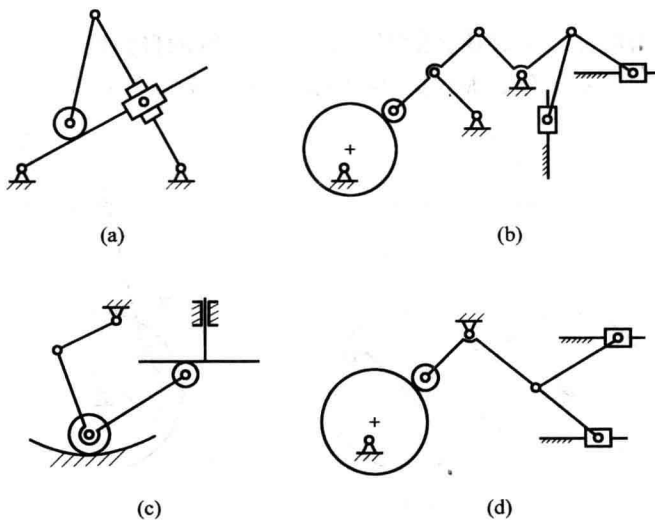

图 1.26 题 1.2.10 图
1.2.10 用自由度计算公式计算如图 1.26 所示机构的自由度。